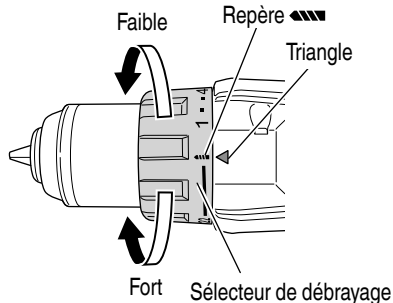

Fig. 12
6. Vérification de la position du sélecteur de débrayage (Voir Fig. 12).
(2) Indication du couple de serrage (Voir les Fig. 12 et 14)
(3) Réglage du couple de serrage (Voir les Fig. 12 et 14)